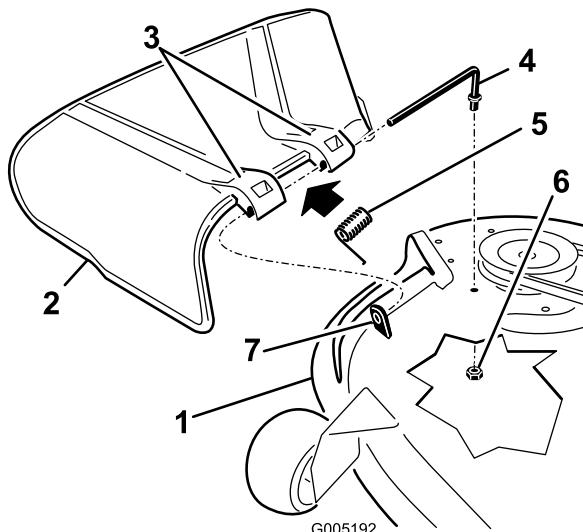

Figura 56
1. Retire la tuerca (3/8 pulgada) de la varilla (debajo del cortacésped) (Figura 56).
2. Retire la varilla del separador corto, del muelle y del deflector de hierba (Figura 56).
4. Vuelva a colocar el deflector de hierba (Figura 56).
7. Deslice la varilla por el segundo soporte del deflector de hierba (Figura 56).
9. Sujete el extremo trasero de la varilla al cortacésped con una tuerca (3/8 pulgada), según se muestra en Figura 56.